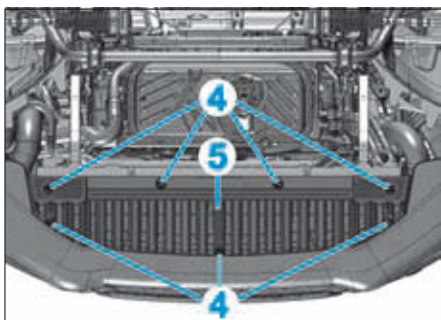

FIG. 47
- les vis (4) de l'insonorisant (5) du bouclier avant (Fig.47),
- L'insonorisant (5).